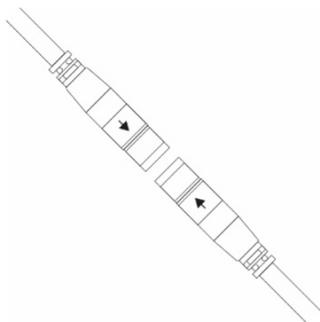

Figura 11 - Dettaglio connettori
3. Posizionare il manubrio vicino alla terminazione del piantone di sterzo libera superiore e con l'aiuto di una seconda persona collegare i due connettori, rispettando i colori. Su entrambi i connettori sono presenti due frecce che devono essere allineate per permettere l'inserimento; premere i connettori così allineati, l'uno verso l'altro, fino a quando la parte colorata non è più visibile (**Vedere Figura 11 - Dettaglio connettori**).